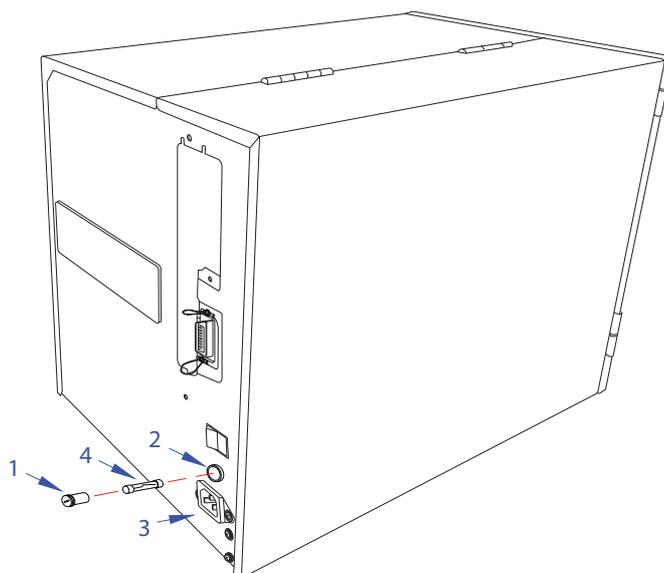

Figure 4-2, Remplacement du fusible (T3.15A H 250V)
2. Dévissez le **couvercle du fusible** (1, Figure 4-2) du **cylindre** (2) situé sur la **face arrière du châssis** (3).
3. Enlevez le **fusible** endommagé (4) du **couvercle** (1).
4. Insérez le nouveau **fusible** (4) dans le **cylindre** (2) et revissez le **couvercle** (1).